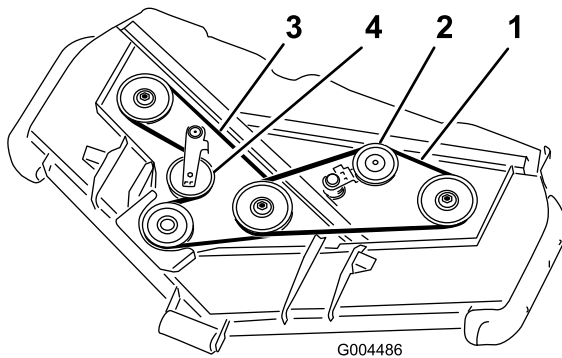

Figura 58
3. Utilizando uma alavanca ou ferramenta semelhante, afaste a polia intermédia da correia superior (Figura 58) da correia da transmissão superior para libertar a tensão da correia e permitir que esta saia das polias.
4. Coloque a nova correia à volta da polia da caixa de velocidades, polias do veio inferior e conjunto da polia intermédia, como se mostra em Figura 58.
5. Coloque a nova correia nas polias da barra superior e na estrutura da polia intermédia, como se mostra em Figura 58.